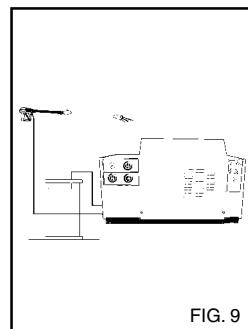

FIG. 9
- 3) Spola ur intag-sledningen efter användning av rengöringsmedel genom att lägga inloppsslangen i en (fig. 9) i en tank med rent vatten och köra pumpen under en minut med doseringsventilen helt öppen och munstycket sprutklart.Upprepa det tidigare momentet genom att vrida väljaren för val av rengöringsmedel först till läge "1" och sedan till läge "2".
5) Spola ur intag-sledningen efter användning av rengöringsmedel genom att lägga in loppsslangen i (fig. 9) i en tank med rent vatten och köra pumpen under en minut med doseringsventilen helt öppen och munstycket sprutklart. Upprepa det tidigare momentet genom att vrida välvaren för val av rengöringsmedel först till läge "1" och sedan till läge "2".